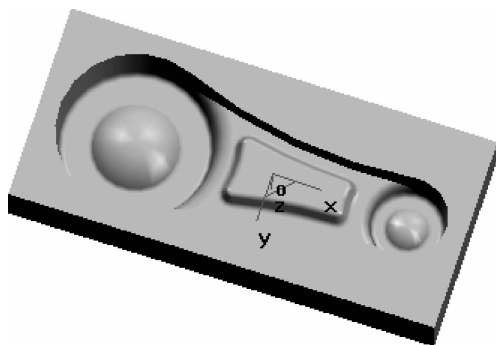

图 3-94 绘制连杆凹模
(26)选取“当前零件-输入零件”单选项,进行当前零件与输入零件的差运算。根据状态栏提示输入定位点,对于这一连杆,应选坐标原点,作图结果如图 3-94 所示。